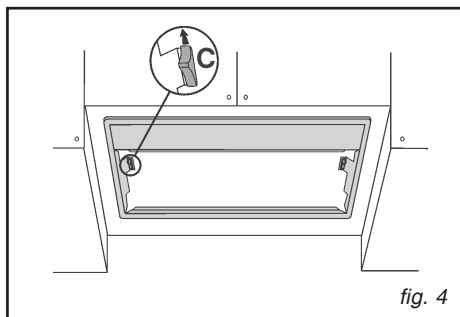

fig. 4
- Seulement pour les modèles SHG86-SHG88-SHG89: démontez l'encadrement en déplaçant les deux blocage latéraux C (Fig. 4).